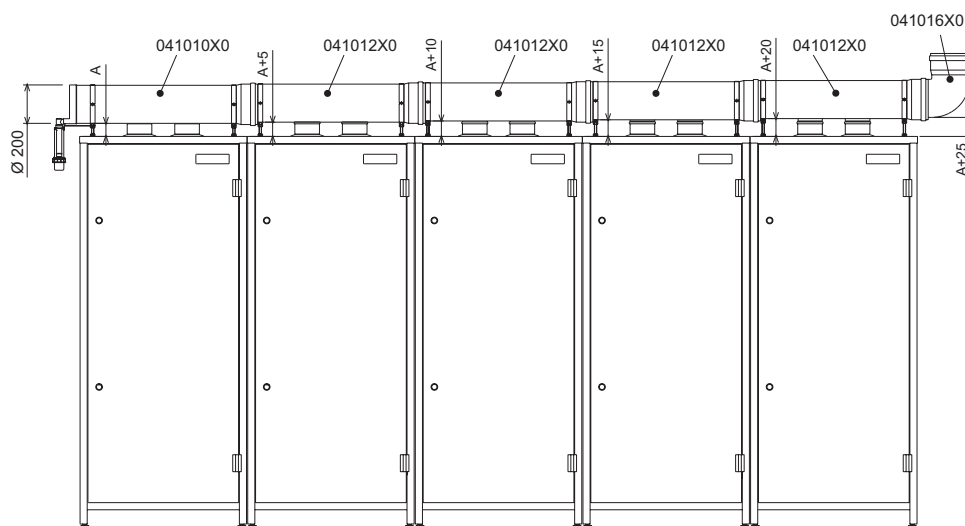

fig. 25 - Installazione di 5 moduli
- M** Regolare le altezze delle flangie di supporto fino ad ottenere un'inclinazione del collettore pari a 5mm (vedi fig. 25) per modulo. Verificare il corretto imbocco di tutti i tronchetti, curve e valvole, assicurandosi che le guarnizioni non siano fuoriuscite dalle loro sedi. Far aderire le guarnizioni esterne alla sommità dei moduli. Serrare e fissare quindi le flangie di supporto.